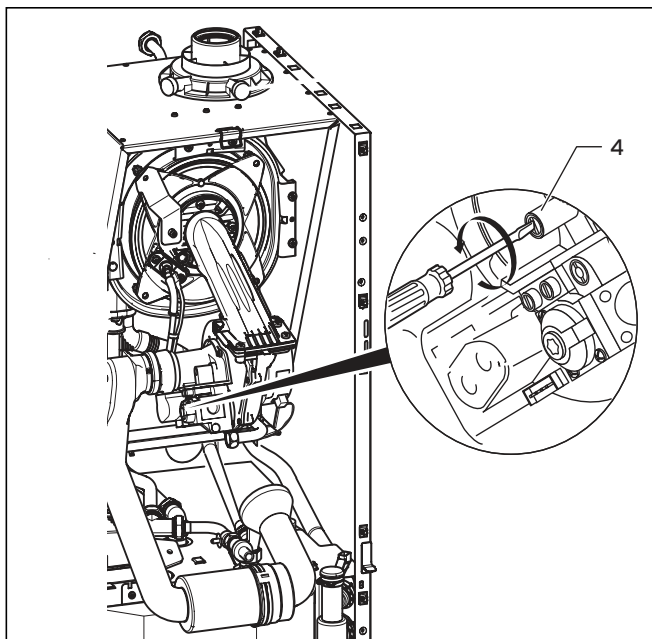

Рис. 7.6 Настройка коэффициента избытка воздуха
- Осторожно поверните винт для настройки коэффициента избытка воздуха (4, рис. 7.6) вправо (по часовой стрелке), чтобы уменьшить содержание CO_2 .